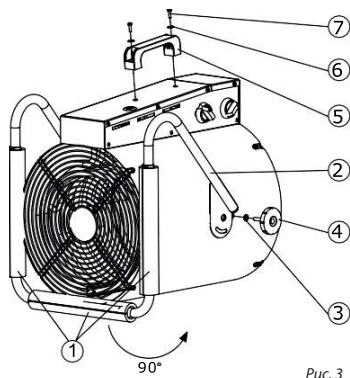

Рис. 3
Для приведение в рабочее положение прибора необходимо снять с опоры изоляционный упаковочный материал (1), повернуть опору на 90° , как указано на (рис. 3). На барашковый винт (4) надеть шайбу М6 (3) и закрутить через отверстие опоры в корпус. Прикрепить ручку для переноса (5) к блоку управления при помощи винта М4х14 (7) через шайбу М4 (6).